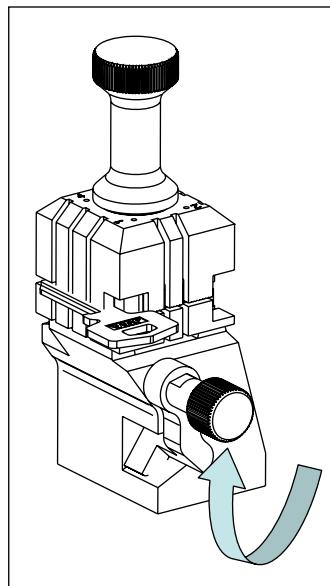

FIG. 14
1. *Tope cuello(C):* Es el más común. El tope de la llave se realiza mediante tope mecánico de la mordaza. (Fig. 14)